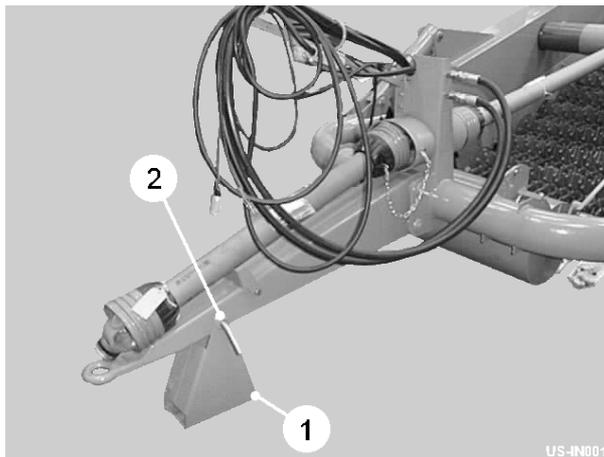
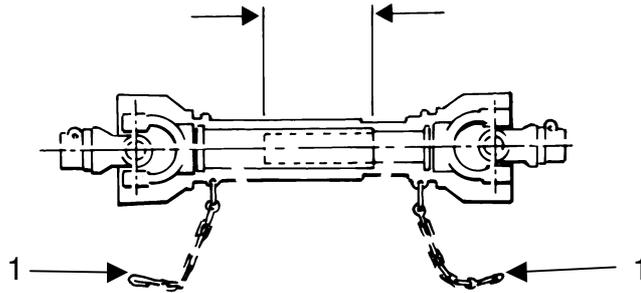

Fig 1
Fig 3
La position du valet (item 1, fig 1) est fournie afin que la machine soit tenue à une hauteur convenable pour accouplement sûr au tracteur.
Lorsque la machine a été attachée solidement au tracteur, la position du valet peut être pliée arrière dans la place entreposée en enlevant l'épingle de l'ancre (item 2, fig 1), en tournant la position et alors l'obtenant avec l'épingle de l'ancre.
Mettez les deux la moitié de l'arbre PTO de sur leurs arbres de la promenade respectifs sur la machine et tracteur. Vérifiez la longueur de l'arbre en tournant complètement le tracteur dans les deux directions avec la machine dans sa place du fonctionnement pendant qu'a attaché à l'empêchement de pick-up du tracteur. Assurez les tubes glissants, quand complètement étendu, ayez au moins un chevauchement la moitié de la longueur fermée (see fig 3). Assurez que les fins des tubes glissants quand au plus court point n'est pas en le contact avec autres parties de l'arbre PTO. Si nécessaire, raccourcissez des tubes et garde également pour accomplir la liquidation de la fin à la place de la longueur minimum.
Assurez que les chaînes de la sécurité (item 1, fig 3) empêchaient les gardes de tourner, est arrangé au tracteur et rend effectif dans une telle façon qu'ils ne seront pas allongés lorsque l'arbre de la promenade est à articulation maximale. Quand hors circuit du tracteur, placez l'arbre PTO sur le drawbar que PTO restent comme montré dans fig 1.